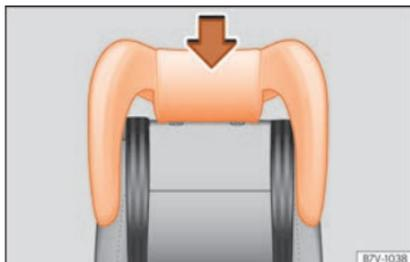

Fig. 96 Cadeira de crianças integrada: montar o encosto de cabeça da mesma.
- Introduza o encosto de cabeça da cadeira de criança nas guias do encosto correspondente até que encaixe corretamente »» **Fig. 96**.